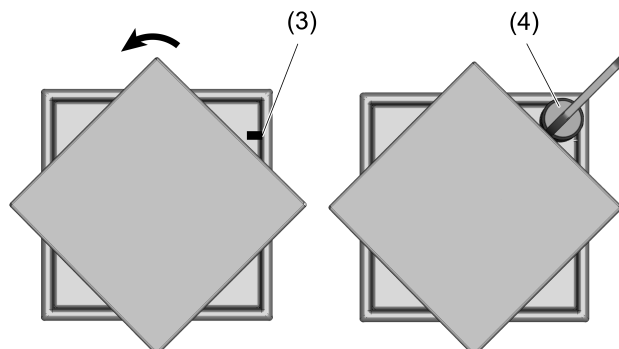

Imagen 2: Desmontaje del módulo de luz
- Girar el módulo de luz 45°, para que la marca (3) quede libre (Imagen 2).
- Colocar el imán (4) a la altura de la marca (3) sobre la cubierta, hasta que se escuche un sonido tipo 'clic'.